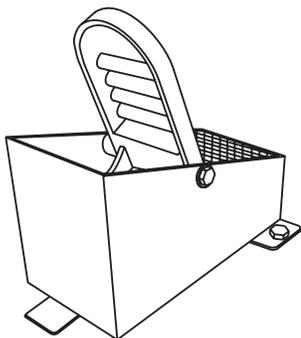

Abbildung 9. Fußpedal für Blattgeschwindigkeitsregelung
4. Das rechte Fußpedal (Abbildung 9) steuert die Blatt- und Motorgeschwindigkeit. Die Position des Fußpedals bestimmt die Blattgeschwindigkeit. Eine langsame Blattgeschwindigkeit wird durch leichtes Drücken des Pedals erzielt. Die maximale Blattgeschwindigkeit wird durch vollständiges Durchtreten des Pedals erzielt